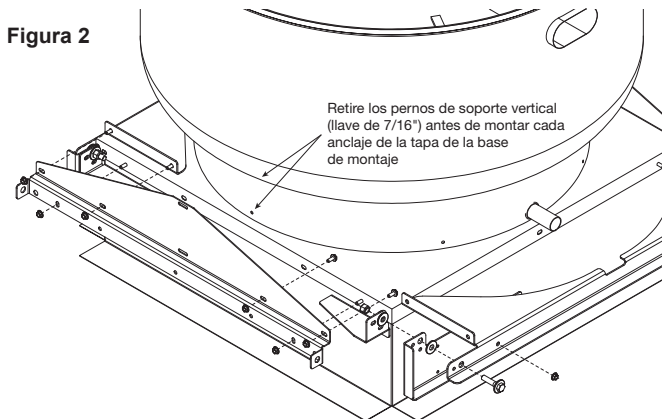

Figura 2
3. Para instalar los anclajes de la tapa de la base de montaje, retire los dos pernos de los soportes verticales de los ventiladores. Centre el anclaje sobre la tapa de la base de montaje e instale con dos pernos de soporte vertical y, a lo largo del anclaje de la tapa de la base de montaje, instale holgadamente dos tuercas con reborde en los remaches soldados instalados en el Paso 1. Repita este paso en el otro lado del ventilador. **Consulte la Figura 2.**
- Inserte cuatro pernos hexagonales de 5/16 pulg.-18 x 3/4 pulg. L en los orificios de los rebordes ascendentes de la bisagra de la tapa de la base de montaje y en las ranuras de la bisagra de la tapa de la base de montaje y apriete las tuercas con reborde firmemente. Repita este paso en el otro lado del ventilador. Estos sujetadores se pueden ver en la Figura 2. Este paso no aplica al juego 56JN73.